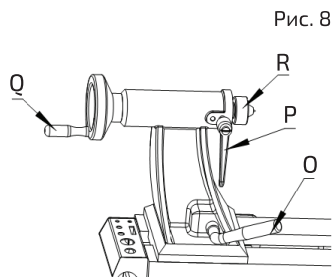

Рис. 8
10. Зажимная рукоятка задней бабки (О на рис. 8). Блокирует заднюю бабку в определенном положении. Для перемещения задней бабки по направляющим станины необходимо разблокировать зажимную рукоятку. По достижении требуемого положения снова затянуть рукоятку.
11. Зажимная рукоятка пиноли задней бабки (Р на рис. 8). Блокирует пиноль. Для смены положения пиноли необходимо разблокировать рукоятку. По достижении требуемого положения снова затянуть рукоятку.
12. Маховик перемещения пиноли задней бабки (Q на рис. 8). Поворачивать маховик, пока не будет достигнуто требуемое положение пиноли. Для позиционирования пиноли необходимо разблокировать ее зажимную рукоятку.
13. Вращающийся центр задней бабки (R на рис. 8). Используется для обработки в центрах. Для извлечения вращающегося центра необходимо отвести пиноль в положение, при котором ослабнет крепление центра. Извлекь его или вставить требуемые наконечники, используя прилагаемый стержень.